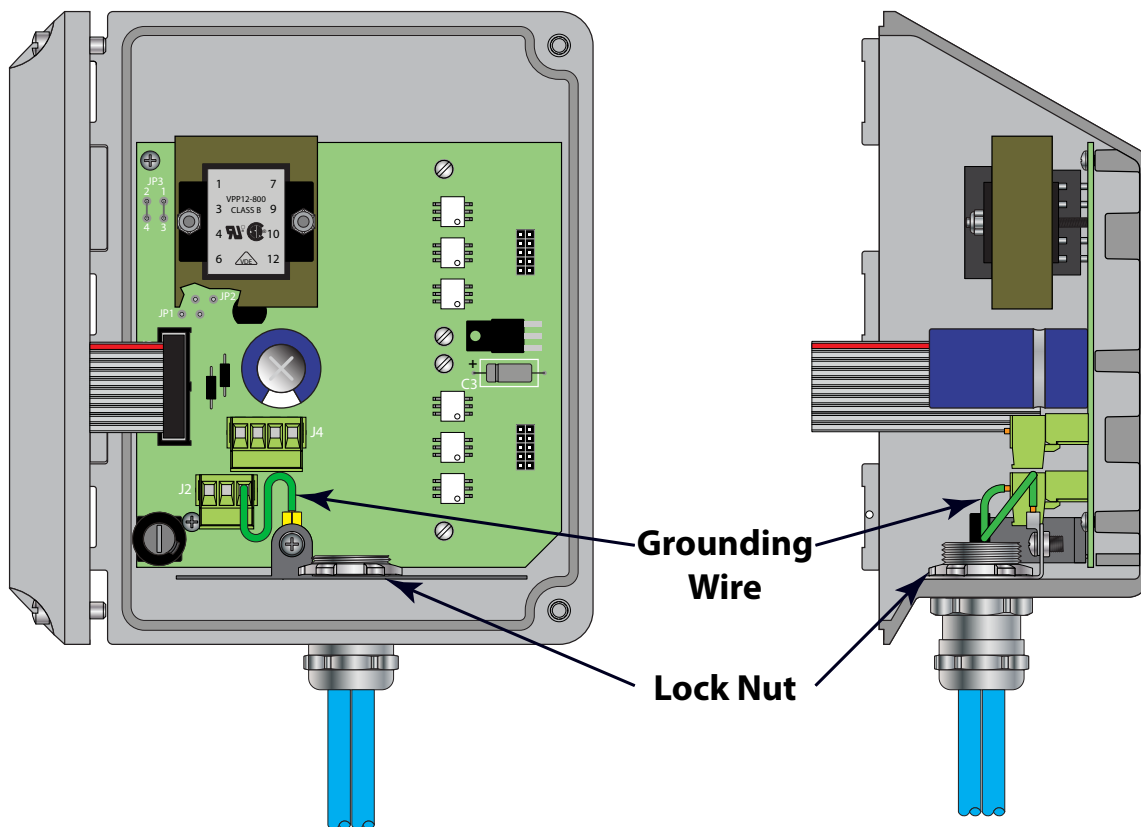

ABBILDUNG 3.3 – ELEKTRISCHER ANSCHLUSS DES SENSORS
- 2) Die Anschlüsse im DFX-Gerät sind austauschbar- sie können getrennt, verkabelt und dann wieder verbunden werden. Verbinden Sie die jeweiligen Kabel mit J4 an den entsprechenden Anschlüssen im Sender. Siehe **Abbildung 3.3** oder das Verkabelungsdiagramm, das sich an der Innentür des Senders befindet.